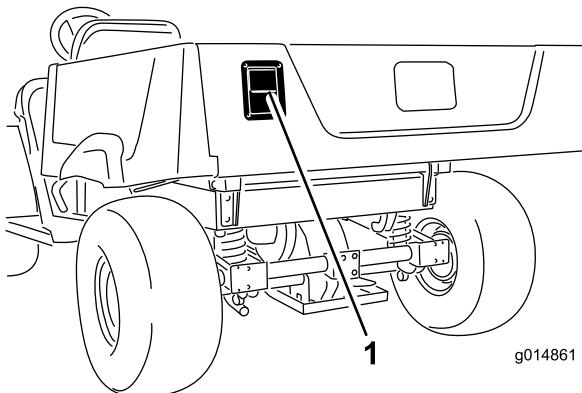

図 19
- ・ テールゲートを開けるには、ラッチを外側に引いて上に跳ね上げ、テールゲートをゆっくりと降ろす（図 19）。